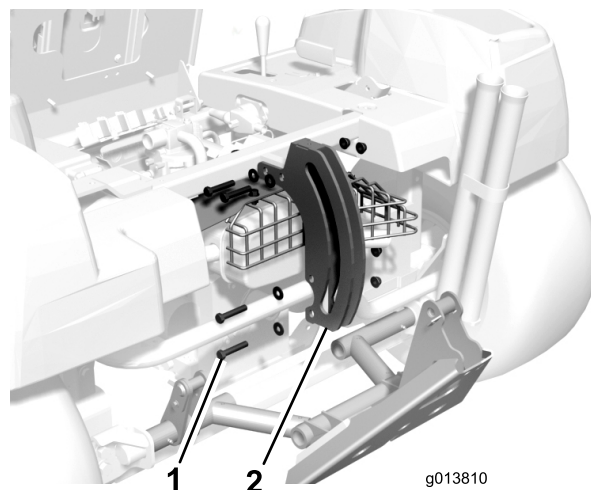

Bild 3
6. Entfernen Sie die vier Schrauben, Scheiben und Bundmutter, mit denen die Rollenplatte am Rahmen befestigt ist (Bild 3). Bewahren Sie die Rollenplatte und Befestigungen auf.